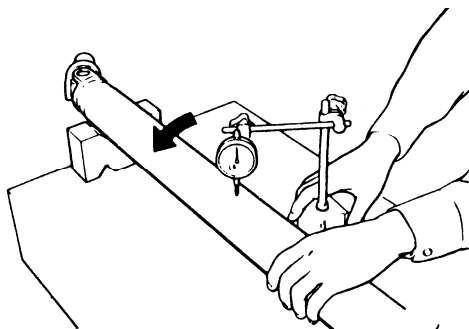

图 3-105 测量传动轴的径向跳动
(5) 如图 3-105 所示，用千分尺测量传动轴的径向跳动，其极限值为 0.6mm。